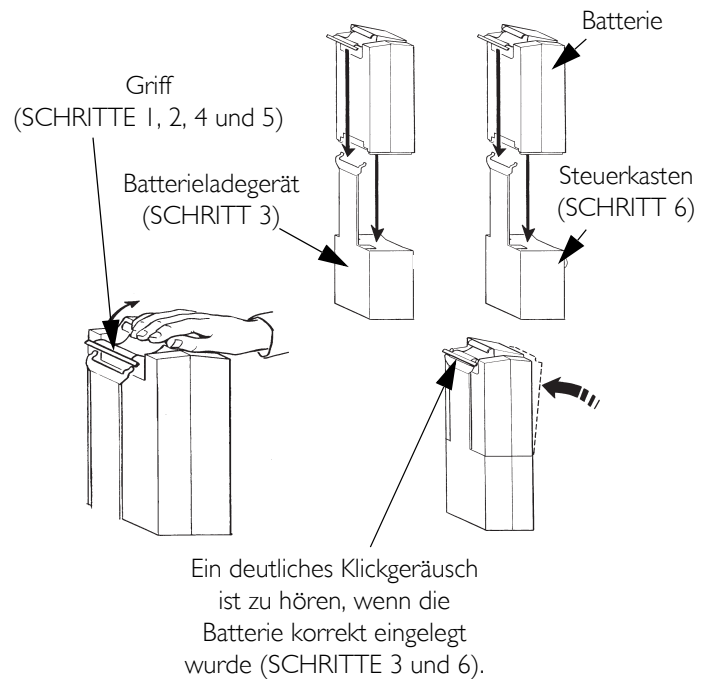

ABBILDUNG 3.4 Aufladen der Batterie
*HINWEIS: Informationen hierzu finden Sie in ABBILDUNG 3.4.